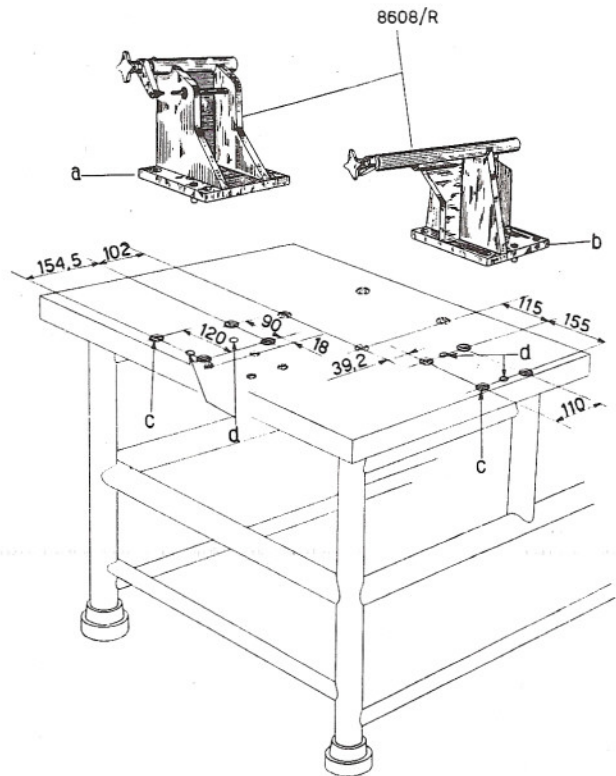

Fig. 30/D - Modifiche del banco prova
- a) In luogo del sopporto motore normalmente impiegato per gli altri tipi di motore, deve essere montato il gruppo completo 8608/R, che è formato da due sopporti distinti (« a » e « b » in fig. 30/D). sui quali viene applicato il motore Vespa 150 (VBA). Il sopporto « a » non viene impiegato per le prove degli altri motori; tuttavia può sempre restare fissato al banco.
- c) **Gli Agenti già in possesso dei banchi prova 8002/R pre-modifica** devono richiedere il gruppo 8608/R ed eseguire sul banco gli 8 fori filettati « c » come indicato in fig. 30/D; quindi, applicati i sopporti « a » e « b » sul banco — con bulloni non serrati — ed un motore su di essi, occorre trovare in pratica la posizione più idonea: dopo ciò, fissare definitivamente con bulloni i sopporti, togliere il motore ed eseguire i 4 fori « d » nei quali dovranno essere applicate le spine di riferimento.